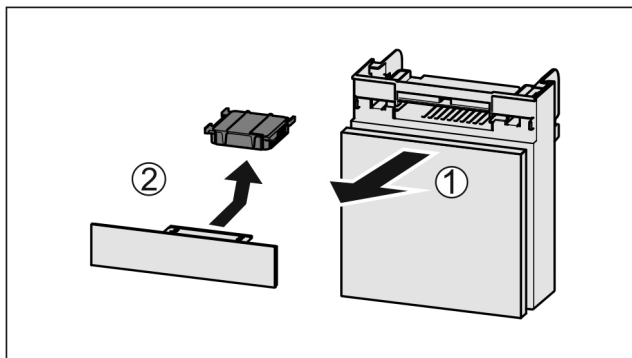

Fig. 154
- Predal izvlecite Fig. 154 (1) naprej.
- Odstranite Fig. 154 (2) aktivni ogljeni filter.